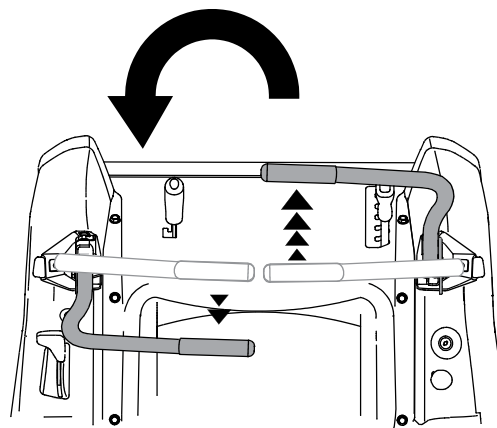

Figura 5-10
- Para girar en sentido contrario a las agujas del reloj, mueva la palanca de control del lado derecho hacia adelante mientras mueve simultáneamente la palanca de control izquierda hacia atrás. Vea la Figura 5-10.